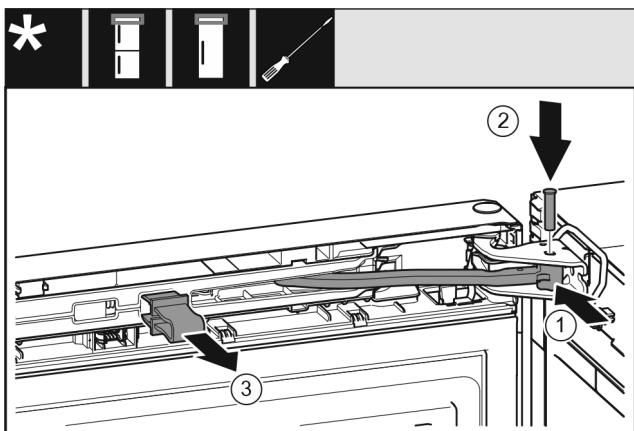

Fig. 50
- Завъртете шарнира в лагерната стойка. Fig. 50 (1)
- Поставете болта в лагерната стойка и шарнира. При това обрънете внимание на това, фиксиращата гърбица да е легнала правилно в жлеба. Fig. 50 (2)
- Свалете предпазителя. Fig. 50 (3)